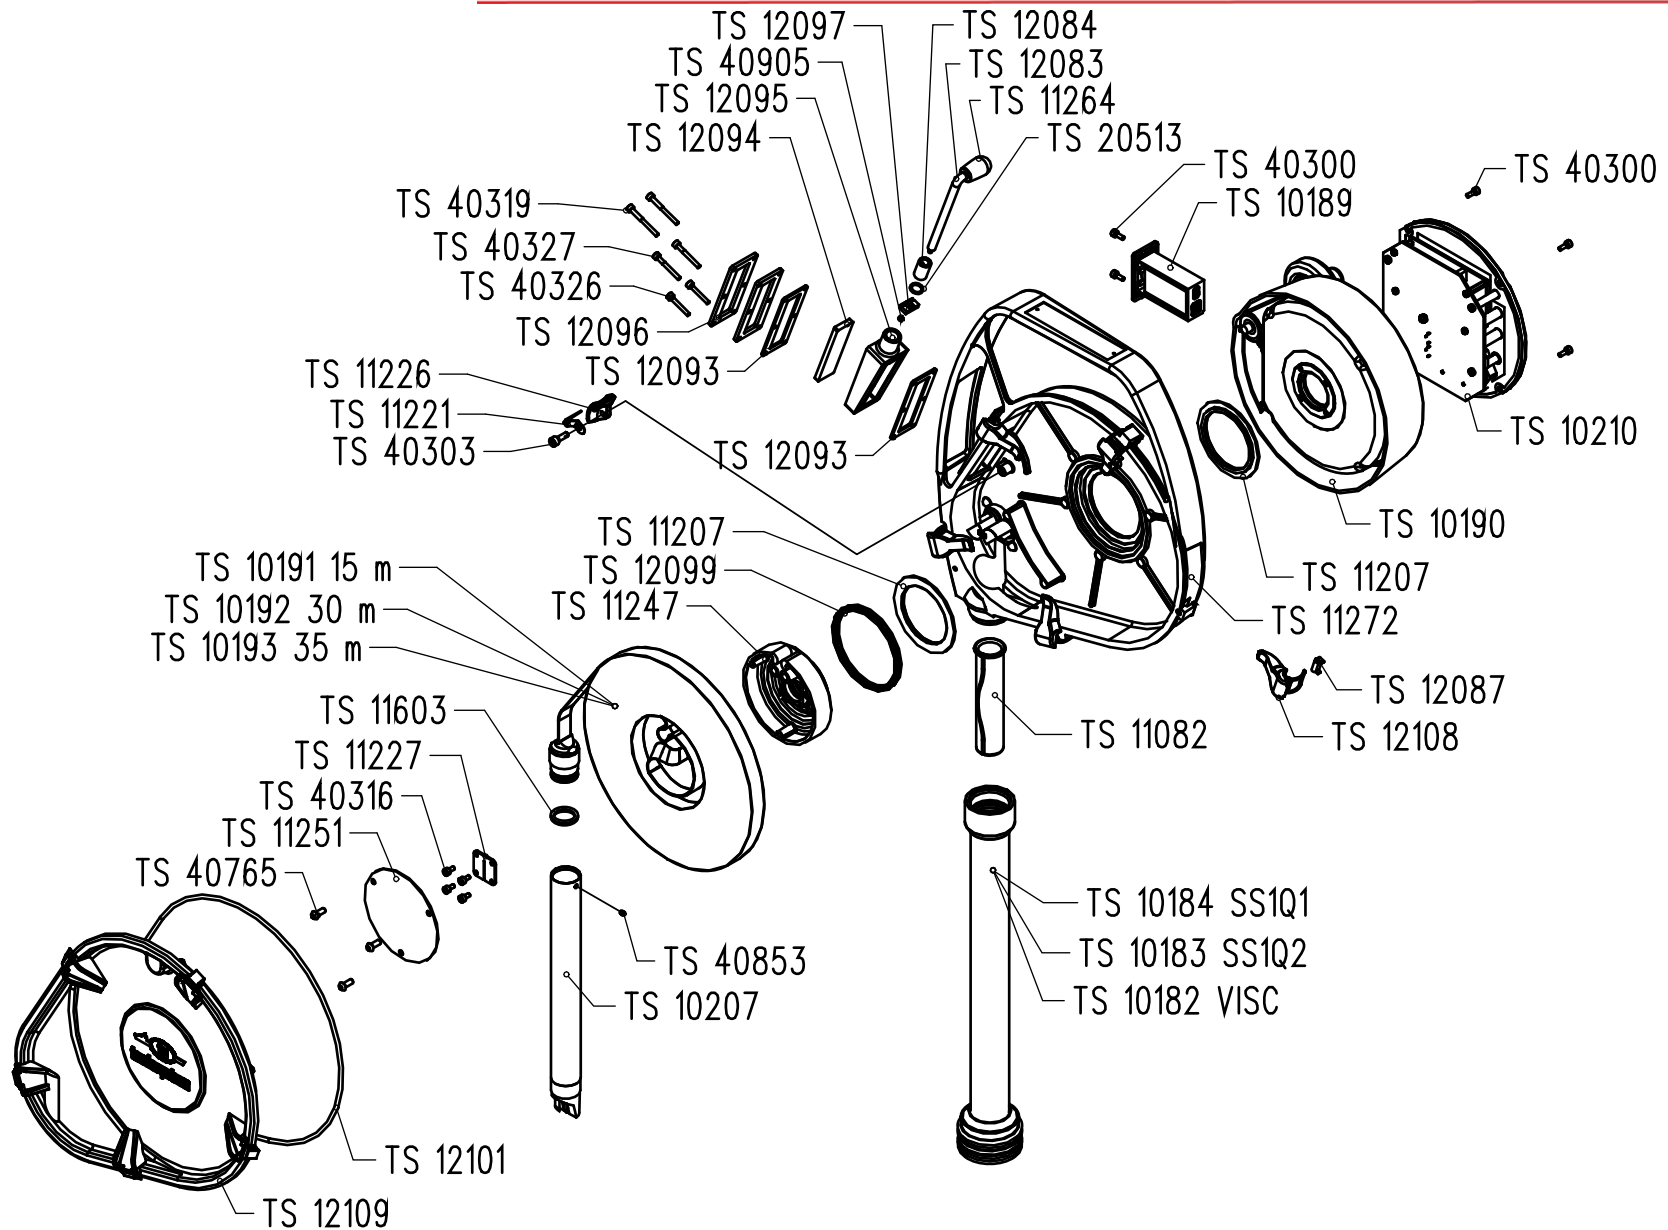

Figura 13-1 : conjunto geral, lista dos principais sobresselentes
- Figura 13-1 : conjunto geral, lista dos principais sobresselentes